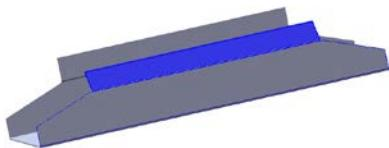
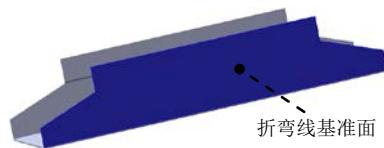

图 11.2.17 绘制的折弯 3
图 11.2.18 折弯线基准面
(4) 定义钣金参数属性。在**折弯参数(P)**区域的 \leftarrow 文本框中输入折弯角度 45.0，在**折弯位置:**区域中单击“材料在内”按钮 \square 。
(5) 单击 \checkmark 按钮，完成绘制的折弯 2 的创建。
Step7. 创建图 11.2.17 所示的钣金特征——绘制的折弯 3。
(1) 选择命令。选择下拉菜单**插入(I)** \rightarrow **钣金(H)** \rightarrow **绘制的折弯(S)...** 命令(或单击“钣金”工具栏上的“绘制的折弯”按钮 \square)。
(2) 定义特征的折弯线。
① 定义折弯线基准面。选取图 11.2.18 的模型表面作为折弯线基准面。